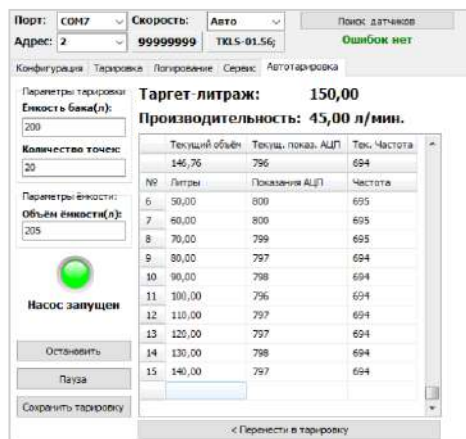

Рис.21. Процесс автотарировки
- для начала процесса тарировки необходимо нажать кнопку «Тарировать». Насос начнет перекачивание топлива из резервуара в бак. На вкладке «Автотарировка» отображается текущее состояние насоса – «Насос запущен» или «Насос выключен» (Рис.21);